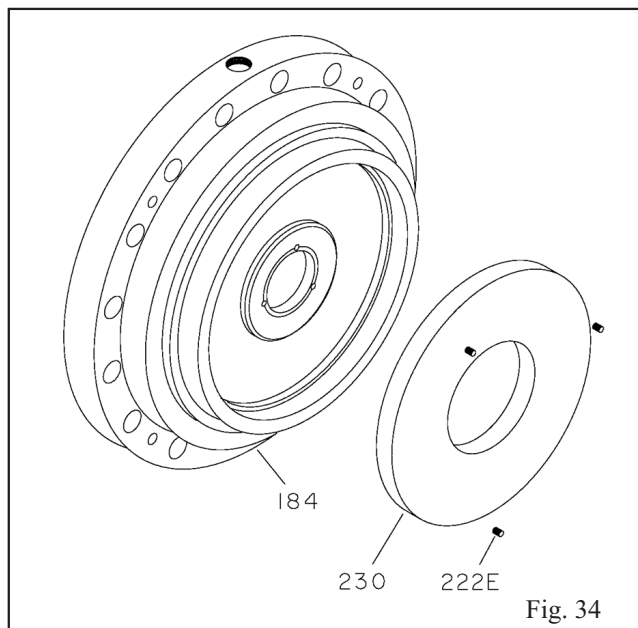

Fig. 34
4. Congele o novo anel de desgaste da tampa da câmara de selagem (230) usando gelo seco ou outra substância gelada adequada, e instale o anel na conexão da tampa (184). Esteja preparado para instalar o anel no local usando um bloco de madeira rija ou um martelo de faces macias (Fig. 34).